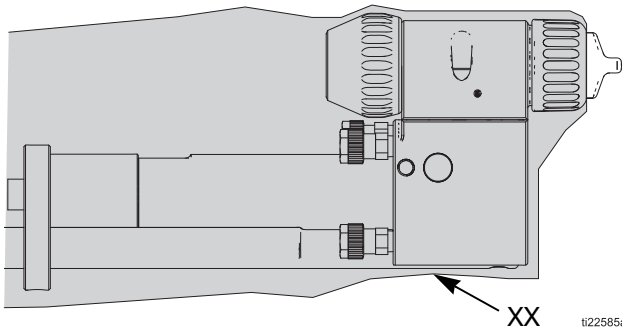

FIG. 18 Pistolafskærmning
Monter en pistolafskærmning (XX) over fronten af pistolen, og skub den tilbage for at dække de blottede rør og slanger på bagsiden af manifolden. Se FIG. 18.